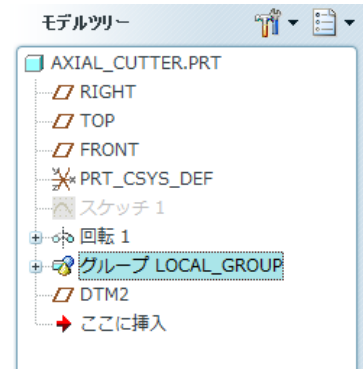

図 13-115 グループ化後のモデルツリー表示
- すると図 13-115 のように、モデルツリーの表示が変わる。